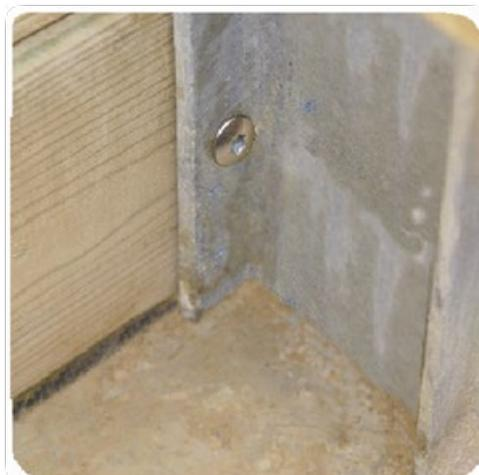

Figure 11 – Verrouillage des madriers sur les jambes de force
- sur les 4 jambes de force (celles-ci sont pré percées, comme montré à la Figure 11) à l'aide de 36 vis penture torx 6 × 30 en inox A2 torx (sachet D).